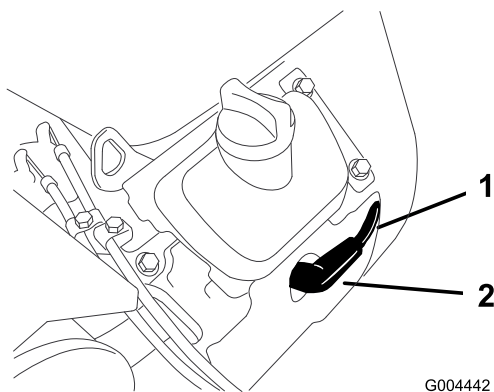

Figure 39
3. Débranchez les bougies (Figure 39). Nettoyez la surface autour des bougies pour éviter que des impuretés n'endommagent le moteur en tombant à l'intérieur.
3. Connectez les bougies (Figure 39).